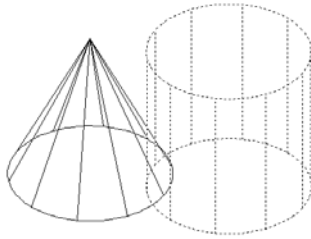

图 11.31 选择圆柱体
- (4) 选择圆柱体, 如图 11.31 所示; 并按回车键, 差集运算的效果如图 11.32 所示。